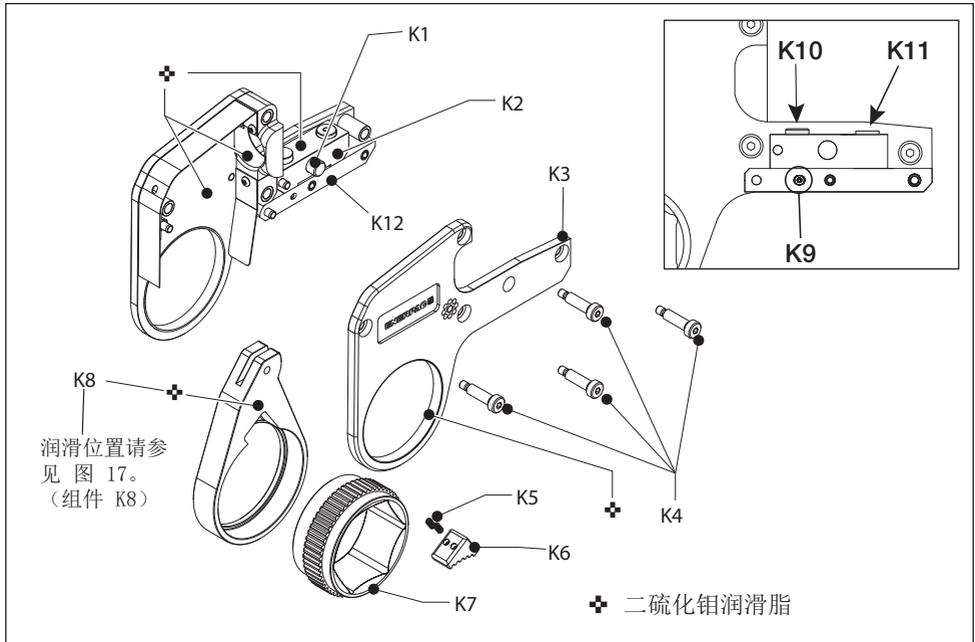
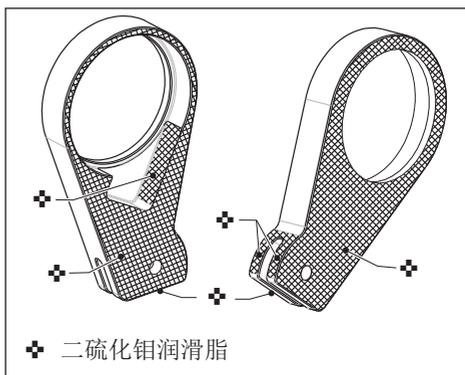

图 18
图 20
驱动盒 (图 18 和 20)
注意 当润滑棘轮柄 (K8) 时，只涂抹二硫化钼润滑脂 (⚡) 到图 20 所示的阴影部位。
驱动盒 (图 18、20 和 21)
- 擦干所有组件。按照图 18 和图 20 的指示涂抹薄薄一层二硫化钼润滑剂 (⚡)。有关涂抹二硫化钼润滑剂的更多信息请参见第 5.4 节。